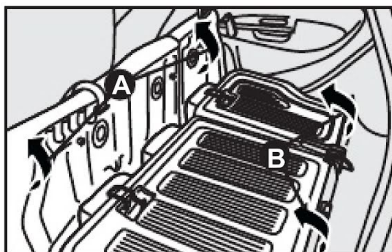

fig. 88
4) Em seguida, rebater o assento do banco traseiro **A-fig. 88** para frente.
6) Rebatê-lo para a frente, passando os cintos pelos lados, até que este se apoie sobre o assoalho de maneira a obter uma única superfície de carga **B-fig. 88**.